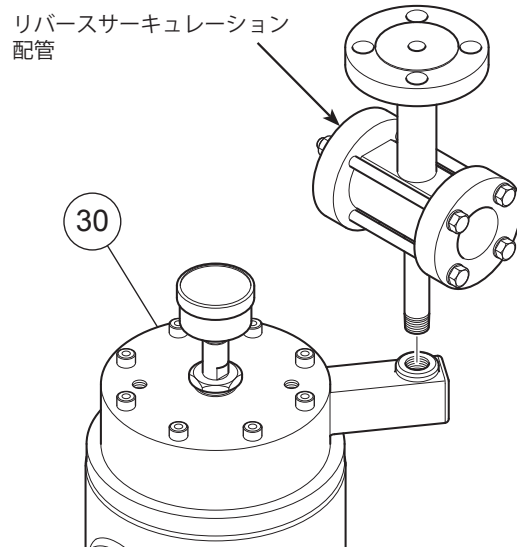

図4-4 リバースサーキュレーション配管の取り外し
- (4) ポンプ出入口配管を取り外してください。
- (5) リバースサーキュレーション配管をRBハウジング [30] から取り外してください。(図4-4参照)